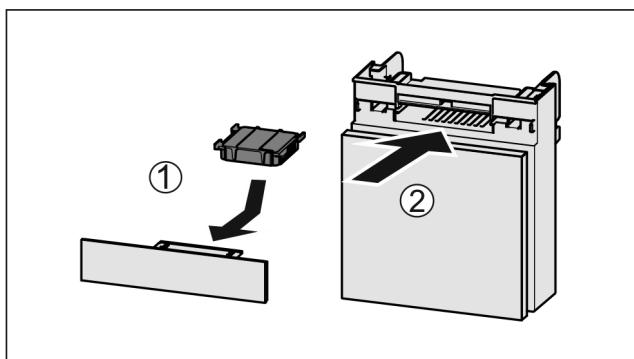

Fig. 137
- Вставити фільтр з активованого вугілля за малюнком Fig. 137 (1).
- Вставити відділення Fig. 137 (2).